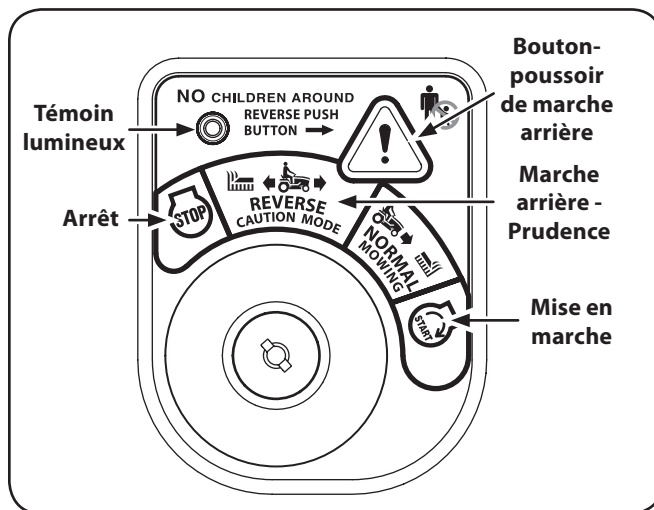

Figure 5-1
2. Déplacez la clé de la position « NORMAL MOWING » (Verte) (Tonte normale) à la position « REVERSE CAUTION MODE » (Jaune) (Marche arrière - Prudence). Voir la Figure 5-1.
3. Appuyez sur le BOUTON-POUSOIR DE MARCHÉ ARRIÈRE (Bouton triangulaire orange) dans le coin supérieur droit du module d'allumage. Le témoin lumineux rouge dans le coin supérieur gauche s'allume quand la marche arrière est embrayée. Voir la Figure 5-1.